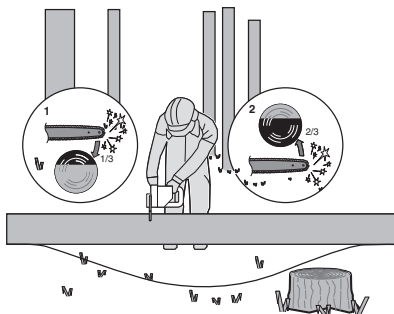

Bild 5
När stocken stöttas i båda ändarna, så som visas på bild 5, såga 1/3 diameter från ovsidan (kapning från ovsidan) (1). Gör sen den avslutande kapningen genom kapning från undersidan, från de under 2/3 (2), för att möta den första sågningen.